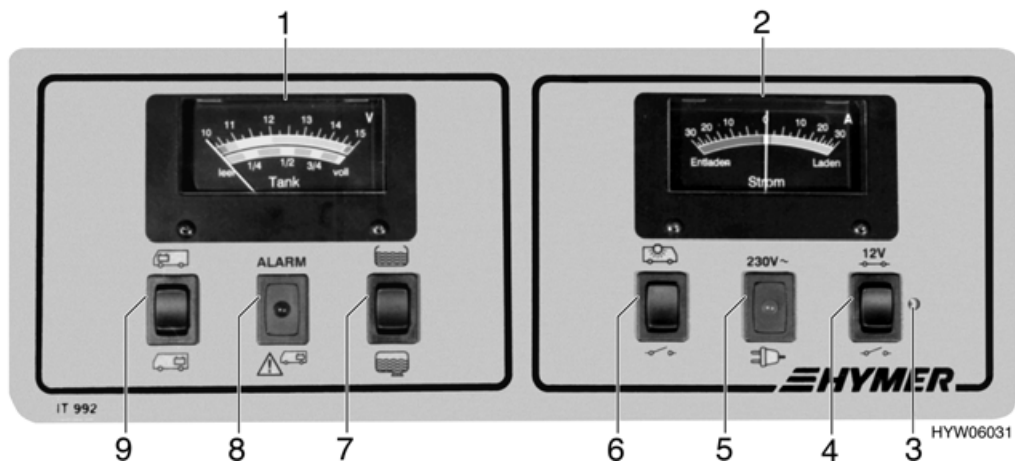

Bild 62 Panel
Der Elektroblock arbeitet nur in Verbindung mit dem Panel (Bild 62).
- Wenn nötig, mit dem 12-V-Hauptschalter (Bild 62,4) die 12-V-Versorgung für kurzzeitigen Betrieb wieder einschalten. Dies ist aber nur möglich, wenn die Batteriespannung über 11 V liegt. Liegt die Spannung darunter, kann die 12-V-Versorgung erst wieder eingeschaltet werden, wenn die Wohnraumbatterie geladen wurde.
Beim Anzeigeeinstrument V/Tank (Bild 62,1) die obere Skala beachten. Bei Schalterbetätigung wird das Anzeigeeinstrument automatisch beleuchtet.
- Wippschalter (Bild 62,9) oben drücken : die Batteriespannung der Starterbatterie wird angezeigt.
- Wippschalter (Bild 62,9) unten drücken : die Batteriespannung der Wohnraumbatterie wird angezeigt.
Die rote Warnleuchte ALARM (Bild 62,8) blinkt, sobald die Spannung der Wohnraumbatterie 11 V (Messung im laufenden Betrieb) unterschreitet und damit Tiefentladung droht.
Beim Anzeigeinstrument V/Tank (Bild 62,1) die untere Skala beachten. Bei Schalterbetätigung wird das Anzeigeinstrument automatisch beleuchtet.
- Wippschalter (Bild 62,7) oben drücken : die Frischwassermenge wird angezeigt.
- Wippschalter (Bild 62,7) unten drücken : die Abwassermenge wird angezeigt.
Am Anzeigeinstrument Strom (Bild 62,2) wird ständig der aktuell fließende Batteriestrom angezeigt. Bei Schalterbetätigung wird das Anzeigeinstrument automatisch beleuchtet.
Der 12-V-Hauptschalter (Bild 62,4) schaltet die 12-V-Versorgung des Wohnraums ein und aus. Ausnahme: Heizung, Grundlicht (Beleuchtung im Eingangsbereich), Eintrittstufe und Reserve 4 am Elektroblock sind immer betriebsbereit.
- Wippschalter (Bild 62,4) oben drücken : die 12-V-Versorgung des Wohnraums ist eingeschaltet. Kontroll-Leuchte (Bild 62,3) leuchtet grün.
- Wippschalter (Bild 62,4) unten drücken : die 12-V-Versorgung des Wohnraums ist ausgeschaltet. Kontroll-Leuchte (Bild 62,3) erlischt.
Die Kontroll-Leuchte (Bild 62,3) leuchtet, wenn der 12-V-Hauptschalter (Bild 62,4) eingeschaltet ist.
Die gelbe 230-V-Kontroll-Leuchte (Bild 62,5) leuchtet, wenn am Eingang des Elektroblocks Netzspannung vorhanden ist.
- Schalter (Bild 62,6) oben drücken : die Vorzeltleuchte ist eingeschaltet.
- Schalter (Bild 62,6) unten drücken : die Vorzeltleuchte ist ausgeschaltet.